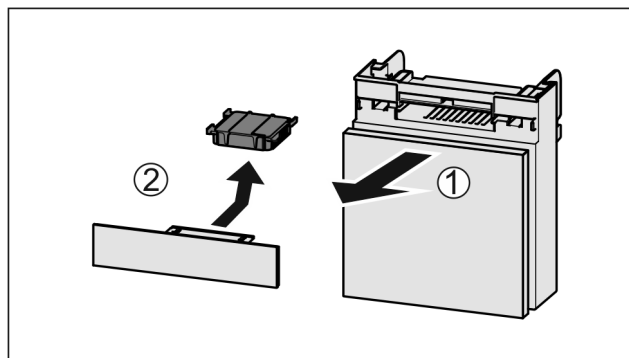

Fig. 93
- Estrarre il vano tirando in avanti Fig. 93 (1).
- Rimuovere il filtro a carboni attivi Fig. 93 (2).